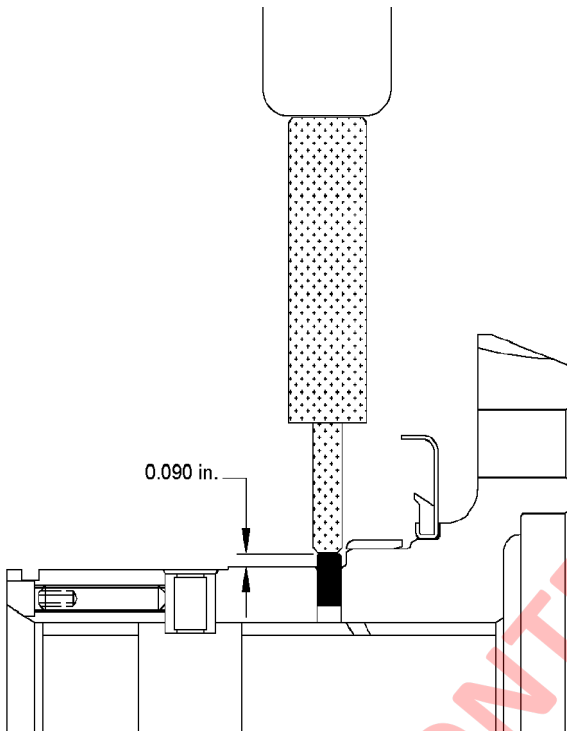

FIGURA 7-38.
1. Coloque el casquillo extremo (45) en un congelador o en hielo seco para preparar su montaje en los siguientes pasos.
2. Si lo retiró, instale el pasador de espiga (43) en el conjunto del cubo de montaje del ventilador (42). Vea la Figura 7-38. Presione el pasador en el cubo y deje expuesto 2,3 mm (0,090 in).